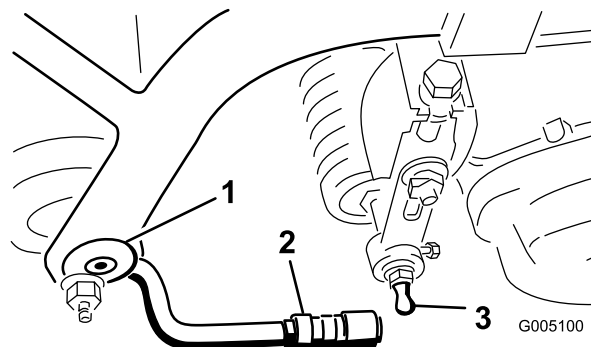

Figura 8
- Monte una arandela y un espárrago con bola en cada extremo del rodillo delantero de las unidades de corte (Figura 8).
- Tire hacia atrás del manguito que cubre la junta de rótula, y gire hacia abajo el brazo de tiro hasta que la rótula encaje sobre la bola del espárrago. Suelte el manguito para que pueda deslizarse sobre el espárrago, afianzando el conjunto (Figura 8).